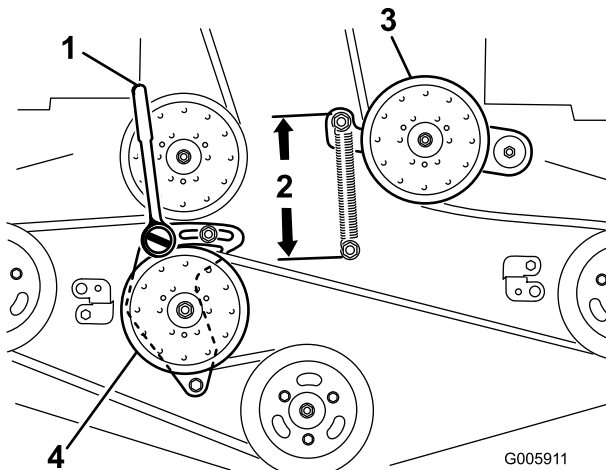

Bild 59
4. Lösen Sie den starren Spannarm und stellen Sie ihn ein, um die Riemenspannung zu lösen (Bild 59).
- Setzen Sie eine Rätzsche mit einem kurzen Griff oder ein Stemmeisen in das rechteckige Loch im fixierten Spannarm ein (Bild 59).
- Drehen Sie zum Erhöhen der Riemenspannung die Rätzsche oder das Stemmeisen nach links, um den starren Spannarm zu bewegen, bis Sie einen Abstand von 16,5 cm zwischen den Federhaken erhalten (Bild 59).